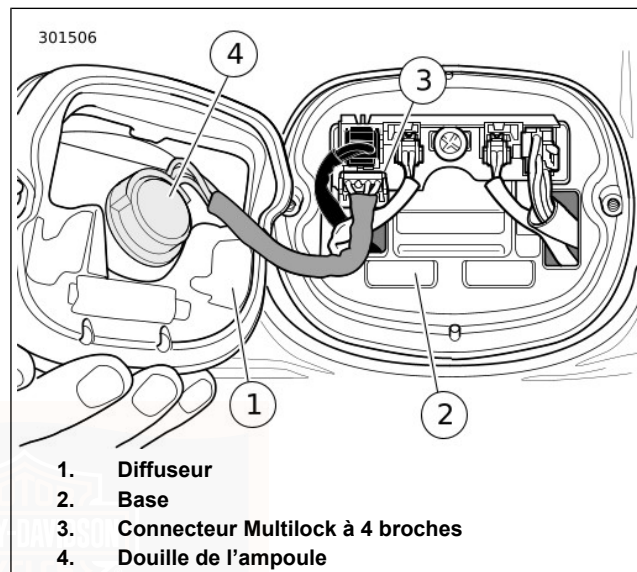

Figure 81. Ensemble du feu arrière
2. Voir Figure 81. Déconnecter le connecteur du feu arrière (3).
3. Tourner la douille d'ampoule (4) de 1/4 de tour dans le sens antihoraire et la retirer de l'ensemble de feu arrière. Tirer l'ampoule de la douille.
2. Voir Figure 81. Insérer la douille (4) dans l'ensemble de feu arrière et la tourner 1/4 de tour dans le sens horaire.
3. Brancher le connecteur de feu arrière (3).